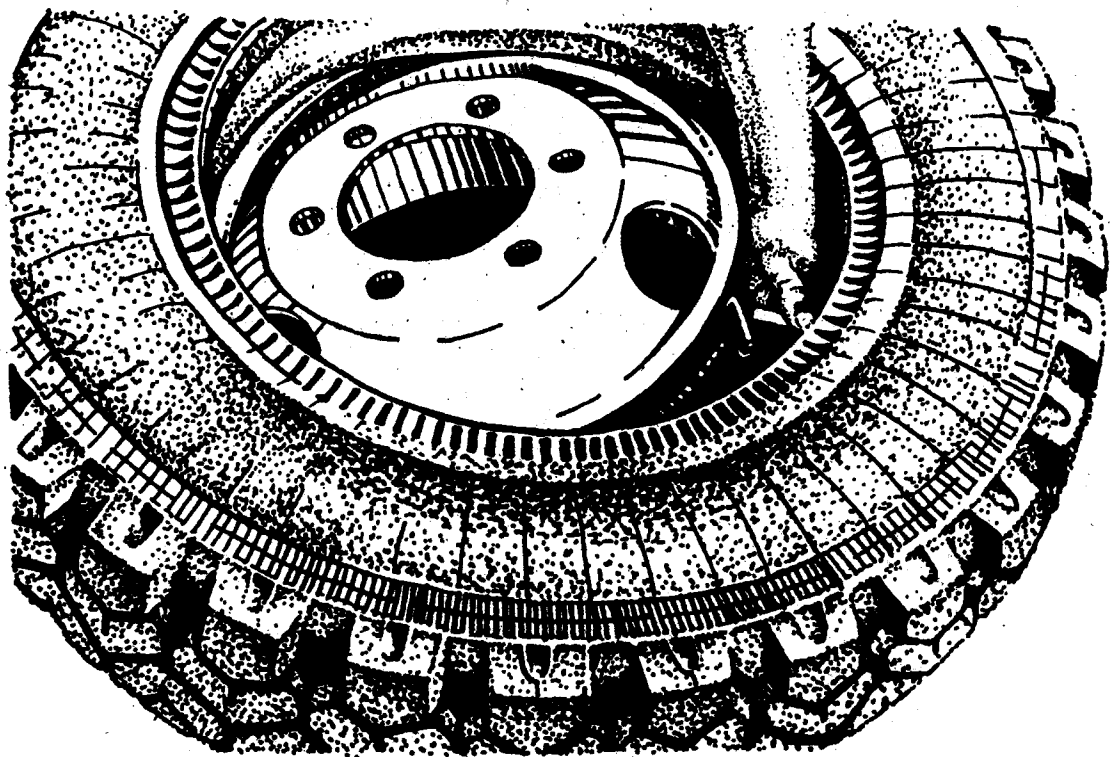

Рис. 67. Установка вентили в паз
2. Положить диск колеса, причем обод должен быть замочной частью (желобком) кверху. Положить шину на обод с некоторым перекосом, как показано, и вставить вентиль в вентиляльный паз (рис. 67).